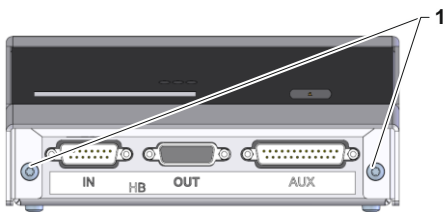

Fig. 1: Façade de l'unité d'analyse
- Enlever les vis (marquage 1 → Fig. 1).